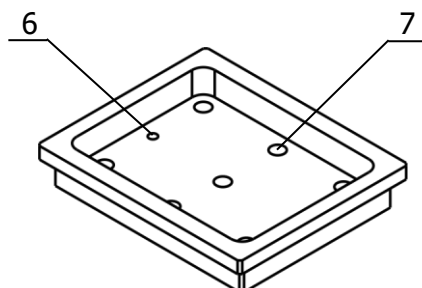
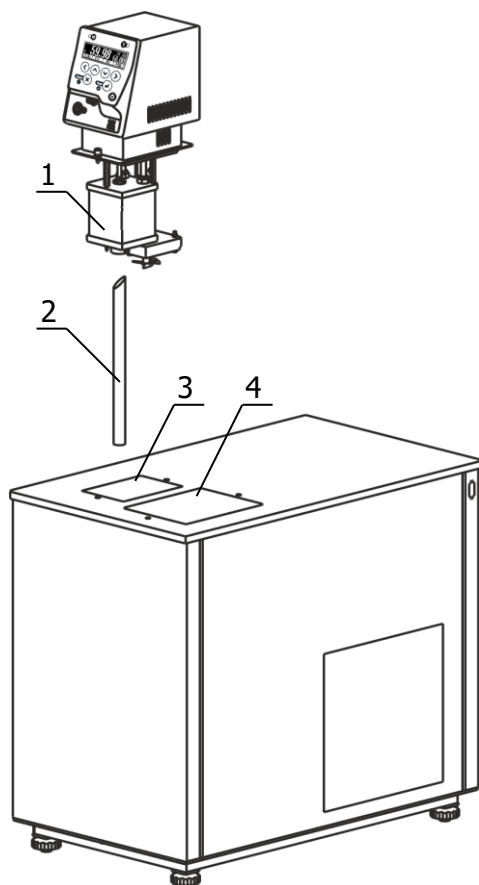
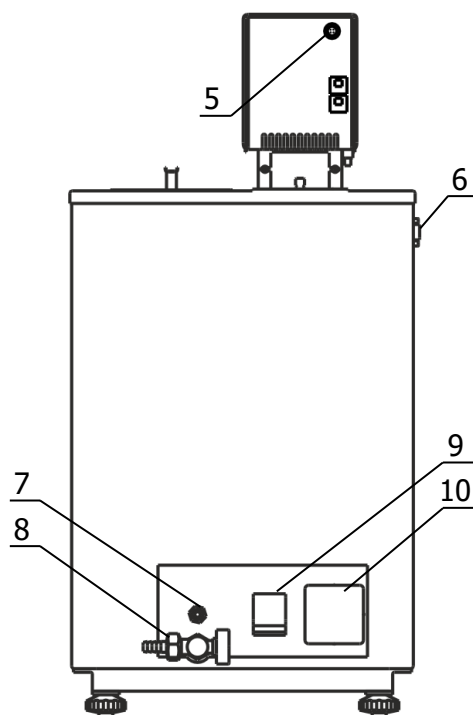

Рисунок 2 — Крышка с отверстиями
Рисунок 3 — Установка блока регулирования
Рисунок 4 — Задняя панель термостата
2.2.3 Вставить выходную трубку 2 (рисунок 3) в переходное отверстие на дне основной ванны 3 коническим концом вверх, как показано на рисунке 3.
2.2.5 К переливному штуцеру 7 (рисунок 4) присоединить гибкий шланг, второй конец которого опустить в емкость для сбора излишков теплоносителя объемом 1.5–2 литра.
2.2.6 Заполнить ванну термостата теплоносителем через отверстие над рабочей ванной 4 (рисунок 3) до момента начала слива теплоносителя из переливного штуцера 7 (рисунок 4). Температурный диапазон применения теплоносителя должен соответствовать значениям, указанным в 1.2.6.
2.2.7 Вставить вилку сетевого кабеля блока регулирования в розетку 10 (рисунок 4). Соединить кабелем из комплекта поставки блок регулирования (разъем 5) и холодильную машину (разъем 6). Сетевой кабель термостата подключить к питающей сети. Для этого в лабораторном помещении должна быть установлена электрическая розетка из комплекта поставки термостата.
2.2.8 Автоматический выключатель 9 (рисунок 4) перевести в положение «включено».
2.2.9 При первом запуске термостата необходимо включить блок регулирования в режиме прокачки в соответствии с документом ТКЛШ 3.222.009-11 РЭ «Блоки регулирования температуры погружные циркуляционные М53 серии МАСТЕР». При работе циркуляционного насоса уровень теплоносителя в рабочей ванне поднимается и теплоноситель начинает равномерно переливаться в основную ванну. При этом уровень теплоносителя в основной ванне падает, что может привести к срабатыванию защиты от недостаточного уровня теплоносителя. Доливать теплоноситель следует до момента начала слива из переливного штуцера 7 (рисунок 4).
2.2.10 Причина отсутствия перелива — неправильная работа насоса, вызванная воздушной пробкой, образовавшейся в резервуаре 1 (рисунок 3). Для ее устранения необходимо:
2.2.11 Установить крышку с отверстиями (рисунок 2) над рабочей ванной 4 (рисунок 3).
2.4.2 Надеть сливной шланг из комплекта поставки на сливной кран 8 (рисунок 4) и закрепить его хомутом. Свободный конец шланга опустить в емкость для сбора теплоносителя объемом, превышающим объем термостата.